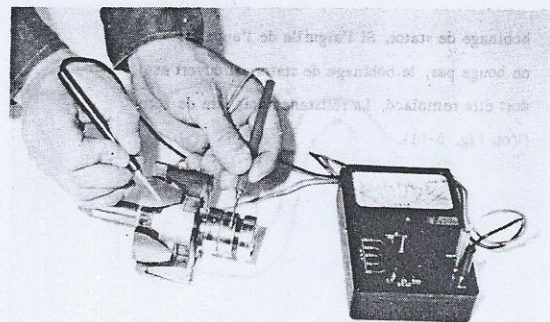

Fig. 6-47 Contrôle de mise à la masse du bobinage de rotor.
2. Connecter l'appareil entre la bague collectrice et l'axe de rotor, et contrôler l'isolement. Si l'aiguille de l'appareil se déplace, l'enroulement entre bague collectrice et rotor est à la masse. Le rotor doit donc être remplacé. (Voir Fig. 6-47)